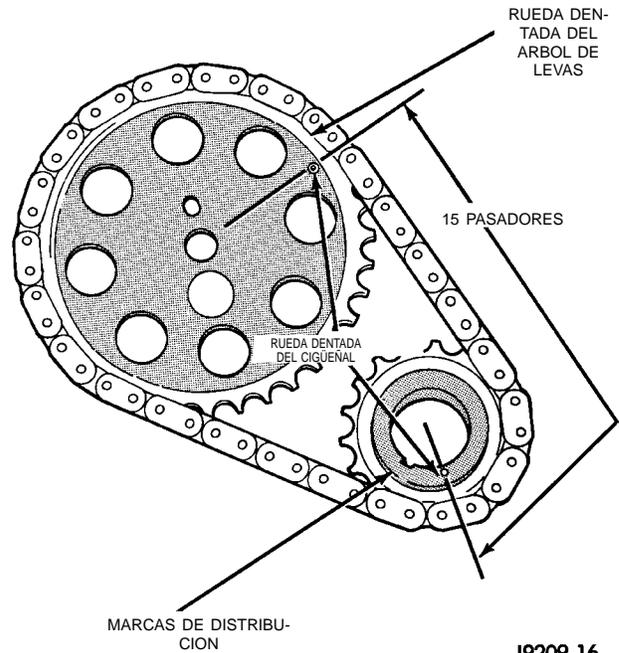

Fig. 47 Verificación de la instalación del Cigüeñal— Instalación del árbol de levas—característica
- (5) Para verificar que la instalación de la cadena de distribución sea correcta, gire el cigüeñal hasta que la marca de distribución de la rueda dentada del árbol de levas quede en la posición que indica la (Fig. 47). Cuente el número de pasadores de cadena que hay entre las marcas de distribución de ambas ruedas dentadas. Debe haber 15 pasadores.
- (6) Instale el deflector de aceite del cigüeñal.
- (7) Apriete el perno de ajuste previo de la rueda dentada del árbol de levas con una torsión de 108 N·m (80 lbs. pie).
- (8) Verifique la distribución de las válvulas.
- (9) Lubrique el muelle de tensión, el pasador de empuje y el hueco del pasador del perno de ajuste previo con suplemento de aceite de motor Mopar o su equivalente. Instale el muelle del pasador de empuje en la cabeza del perno de ajuste previo.
- (10) Cubra ambos lados de la junta de recambio de la tapa del cárter de la distribución con una capa de sellante de juntas. Aplique un reborde de 3 mm (1/8 pulg.) de sellante adhesivo de caucho siliconado Mopar o su equivalente en la unión formada entre el colector de aceite y el bloque de cilindros.
- (11) Coloque la tapa del cárter de la distribución sobre la junta del colector de aceite y el bloque de cilindros.